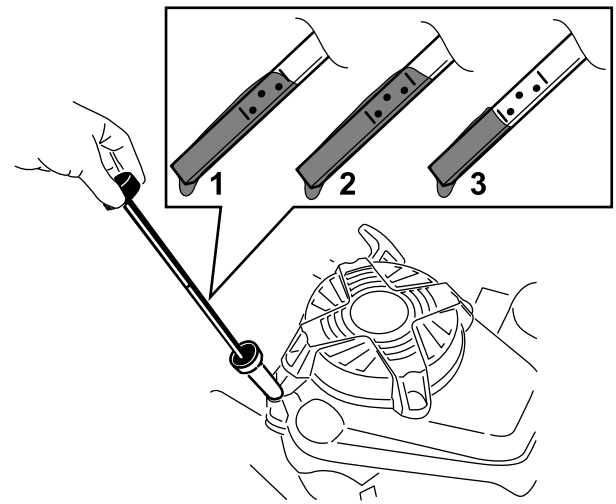

Figura 6
7. Observe el nivel de aceite en la varilla (Figura 6).
2. Retire la varilla girando el tapón en el sentido contrario a las agujas del reloj y tirando del mismo (Figura 6).